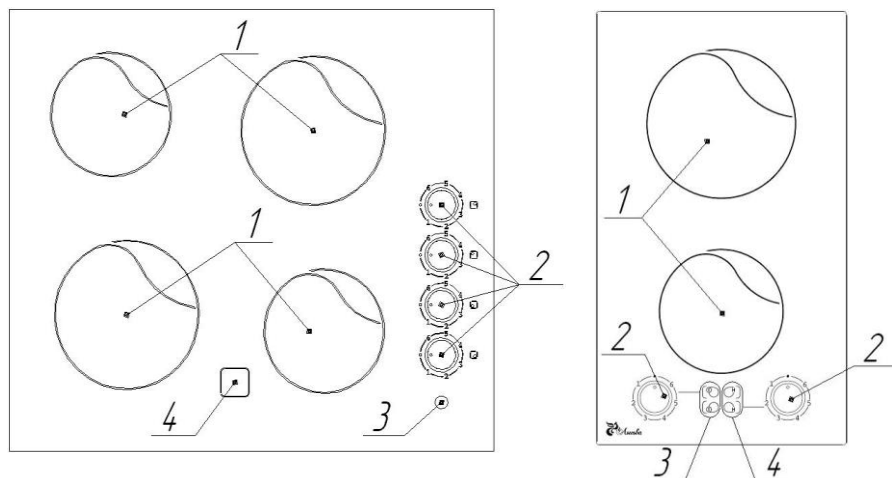

Рис. 7 Устройство варочной панели с ручками переключателей
На стеклокерамической поверхности (см. Рис. 7) расположены зоны нагрева различного диаметра (1), температура нагрева которых регулируется ручками переключателей (2). Так же имеется индикация включения зоны нагрева (3) и индикация остаточного тепла (4). Когда конфорка горячая, индикация включена.